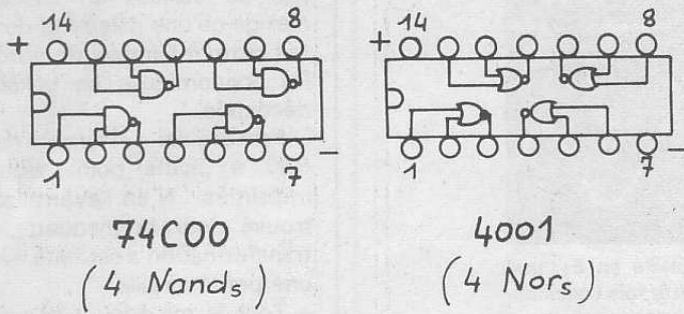

Fig. 83. - Brochages comparés du 74C00 et du 4001.
– Le MM 74C00 est fabriqué par National Semiconductor. C'est l'équivalent C.MOS, broche pour broche du 7400 de la série TTL. On peut parfaitement utiliser un 4001 peut-être plus courant en montant aussi les portes en inverseurs. Se reporter à la figure 83, montrant la différence de brochage et partant, la petite modification du circuit imprimé à apporter.